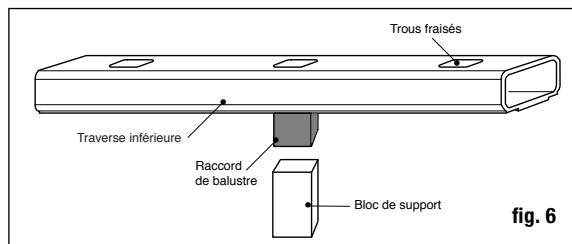

fig. 6
Step 7 Find the center of the underside of the bottom rail and attach the baluster connector included with the support block using the screw provided. Check building code requirements for the maximum spacing between deck surface and bottom of rail (sweep); we recommend 3" but it can be less if desired. If necessary, trim the support block to the determined height (fig. 6).
Étape 7 Trouvez le centre de la base de la traverse du bas et fixez le raccord de balustre inclut avec le bloc de support, en utilisant les vis fournies. Vérifiez les exigences du code de la construction quant à l'espacement maximum entre la surface de la terrasse et le bas de la traverse (balayage); nous recommandons 7,6 cm (3 po), mais peut être moindre si désiré. Si nécessaire, coupez le bloc de support à la hauteur désirée (fig. 6).
Paso 7 Encuentre el centro de la cara inferior del barandal inferior y sujete el conector de balaustre incluido al bloque de apoyo usando el tornillo incluido. Consulte los requisitos del código de construcción para ver el espacio máximo entre la superficie de la terraza y la parte inferior del barandal; recomendamos 7.6 (3 pulg.) pero puede ser menos si lo desea. Si es necesario, recorte el bloque de apoyo a la altura determinada (fig. 6)